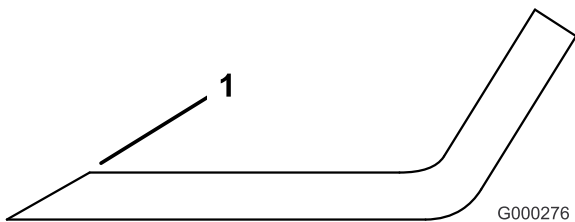

Figure 83
1. Au moyen d'une lime, aiguissez les tranchants à chaque bout de la lame (Figure 83). Veillez à conserver l'angle de coupe d'origine. Limez la même quantité de métal sur chacun des deux tranchants pour ne pas déséquilibrer la lame.